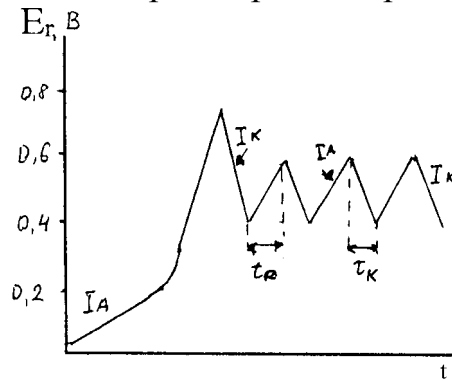

Рис. 3. Неполная кривая заряжения Pt/Pt
Для того, чтобы дифференциальная емкость, определяемая по наклону кривой заряжения в двойнослойной области, действительно соответствовала емкости двойного электрического слоя, снимают неполную кривую заряжения в интервале потенциалов 0,03-0,70 В с последующей попеременной катодно-анодно-катодной. поляризацией в интервале $E_r = 0,4 \div 0,6 В$ (рис.3) до тех пор, пока время изменения потенциала от 0,6 до 0,4 В (t_k), определяемое точно с помощью секундомера, не совпадет со временем изменения потенциала от 0,4 до 0,6 В (t_a).
где I - сила поляризующего тока (А), ΔE - изменение потенциала в двойнослойной области при снятии неполной кривой заряжения (рис.3), равное 0,2 В, Δt_{DC} - время в секундах, за которое это изменение происходит. Величина C_0 зависит от заряда поверхности электрода и составляет 18-20 мкФ/см² для отрицательно заряженной поверхности и 36 мкФ/см² для положительно заряженной поверхности. Как показали адсорбционные измерения, двойнослойная область кривой заряжения на платине отвечает положительному заряду поверхности, поэтому величину истинной поверхности следует рассчитывать по уравнению
2) после возвращения к потенциалу $0,03 \text{ В}$ и проверки его стабильности (при разомкнутой цепи) снять анодную кривую в интервале потенциалов $0,03 - 0,75 \text{ В}$. При достижении величины $E_r = 0,75 \text{ В}$ изменить направление тока на катодное и дойти до $E_r = 0,4 \text{ В}$, переключить ток на анодный и дойти до $E_r = 0,6 \text{ В}$, опять включить катодный ток и т.д. снимать “пилообразную” кривую заряжения ($0,6-0,4 \text{ В}$), отмечая по секундомеру время, за которое происходит изменение потенциала в интервале $0,4-0,6 \text{ В}$ и наоборот. Кривые попеременной катодно-анодной поляризации снимают до тех пор, пока $t_k = t_a$ (см. рис.3).